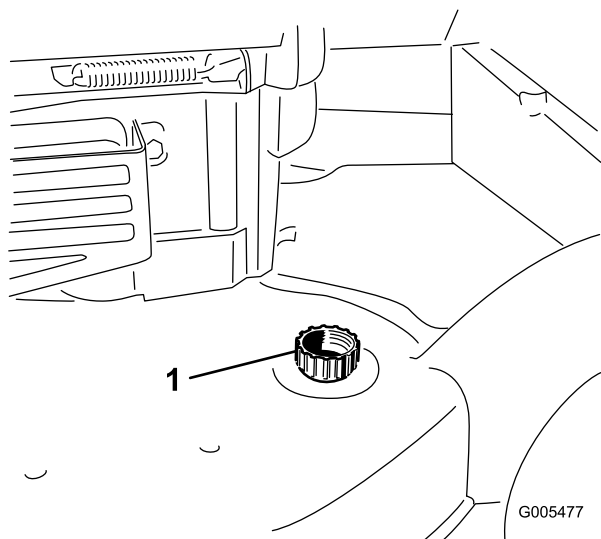

Рисунок 42
3. Присоедините садовый шланг, подключенный к источнику воды, к отверстию для промывки в корпусе (Рисунок 42).